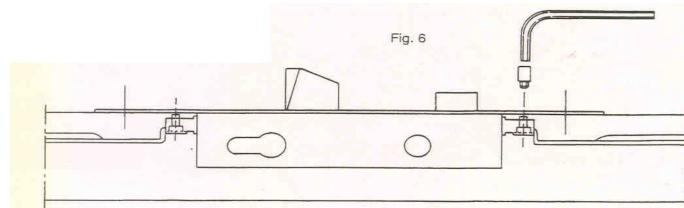

Рис.6
- Совместить концы тяг с приводами тяг на замке и через отверстия в лицевой планке плотно закрепить винты с помощью ключа-шестигранника 2,5 мм (рис.6).